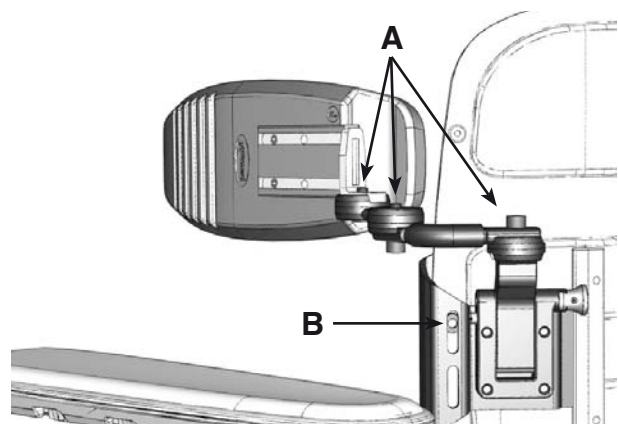

Bild 5. Inställning av bålstödet.
1. Lossa skruven (B). Justera bålstödet till önskad höjd och fixera genom att dra åt skruven (B) igen, se bild 5.
2. Lossa skruvarna (A). Justera bålstödet till önskad position och fixera genom att dra åt skruvarna (A) igen, se bild 5.